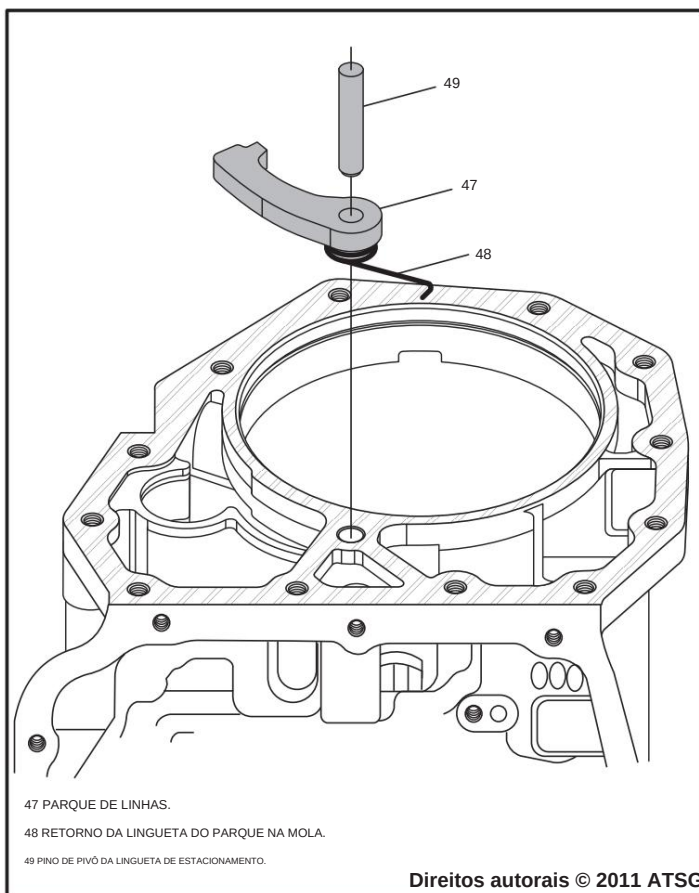

Figura 61
3. Instale a lingueta de estacionamento e a mola de retorno da lingueta de estacionamento através da parte traseira da caixa na posição e insira o pino de articulação, conforme mostrado na Figura 61.